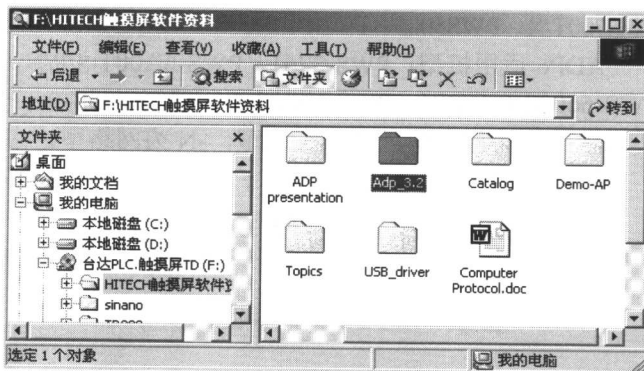

图 1.2.3 Adp_3.2 编程软件
- ③ 在光盘里找到 ADP3 的软件，如图 1.2.3 中的“Adp_3.2”。